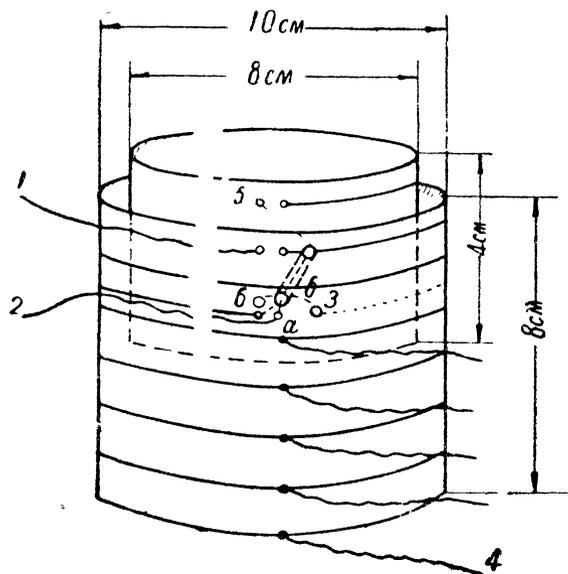

Рис. 294.
Намотанные катушки соединяются последовательно, т. е. конец (2) с концом (5) и конец (3) с концом (6) (рис. 294).